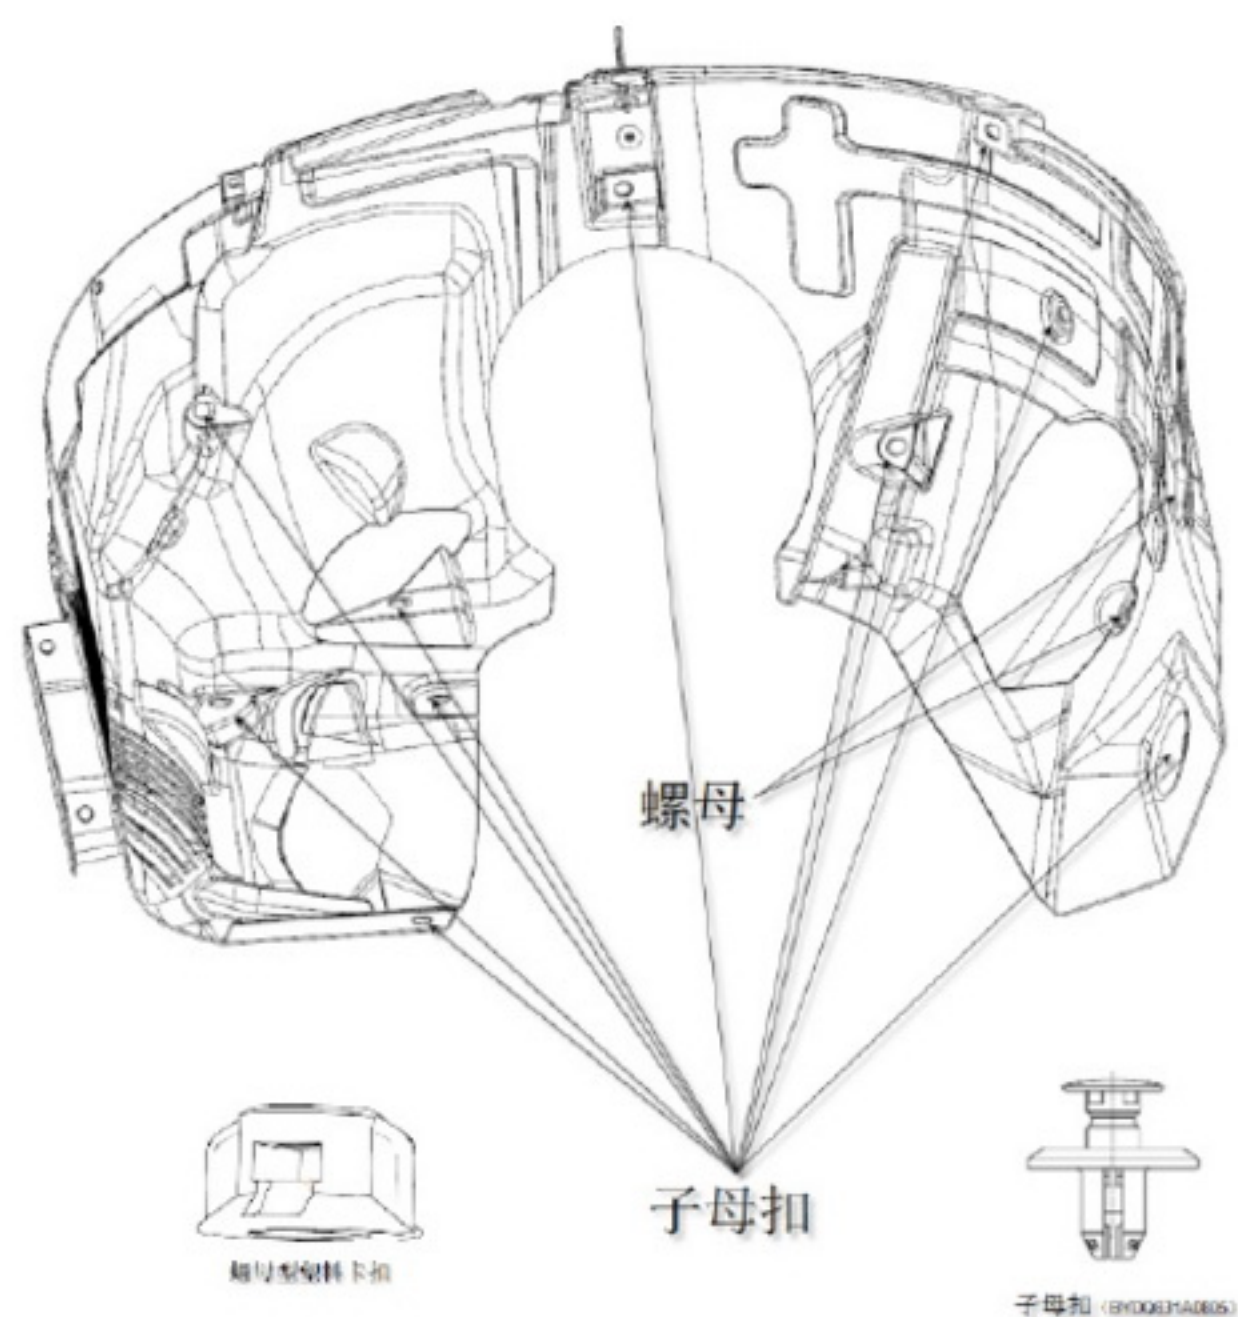

图 2-10
(2) 用一字螺丝刀拆除 10 个子母扣，以及拧下 2 个塑料螺母，如图 2-10 所示：